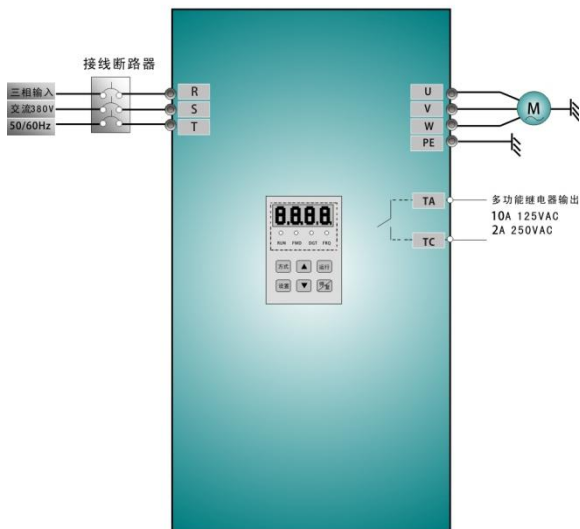

图 4-1 接线图 1
- (1) 按图 4-1 配线, 检查接线正确后, 合上空气开关, 变频器上电;
- (2) 按方式键, 进入编程菜单。
- (3) 设置变频器的功能参数;
- ① 进入 F203 参数, 设置为 0;
- ② 进入 F113 参数, 设置目标频率为 50.00Hz;
- ③ 进入 F200 参数, 设置为 0, 选择键盘控制起动方式;
- ④ 进入 F201 参数, 设置为 0, 选择键盘控制停机方式;
- ⑤ 进入 F202 参数, 设置为 0, 选择正转锁定。
- (4) 按运行键, 起动变频器运行;
- (5) 在运行中, 可按动▲或▼键, 修改变频器当前频率;
- (6) 按“停/复”键一次, 电机减速, 直到停止运行;
- (1) 按图 4-1 配线，检查接线正确后，合上空气开关，变频器上电；
- (2) 按方式键，进入编程菜单；
- (3) 设置变频器的功能参数；
- ① 进入 F132 参数，设置为 1，选择键盘点动；
- ② 进入 F200 参数，设置为 0，选择操作键盘运行命令控制方式；
- ③ 进入 F124 参数，设置点动运行频率为 5.00Hz；
- ④ 进入 F125 参数，设置点动加速时间为 30s（以 7.5KW 为例）；
- ⑤ 进入 F126 参数，设置点动减速时间为 30s（以 7.5KW 为例）；
- ⑥ 进入 F202 参数，设置为 0，选择正转锁定。
- (4) 一直按住运行键，电机加速到点动设定频率，并保持点动运行状态；
- (5) 松开运行键，电机减速，直到停止点动运行；